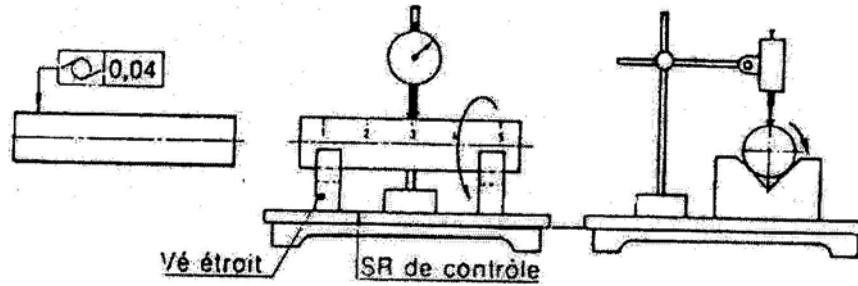

Figure 32
b) **Cylindricité** (figure 32)